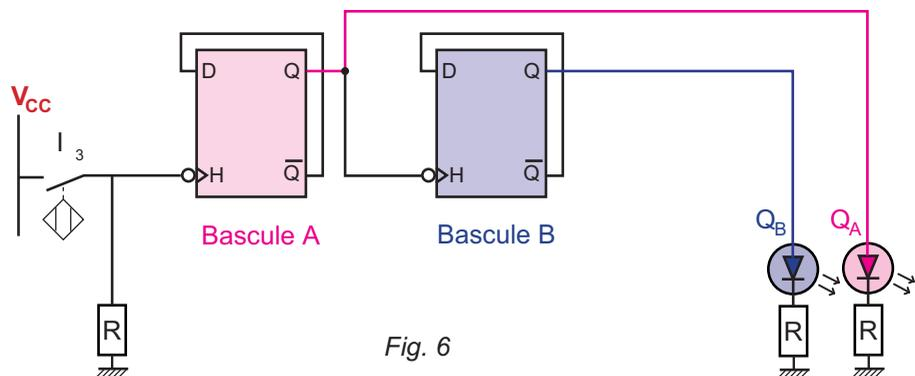

Fig. 6
On a branché le capteur I_3 (détecteur de présence dans la zone de tri) au montage défini par le logigramme de la figure 6. Le système est en fonctionnement. Ce capteur délivre un signal logique (1) à chaque pièce détectée. A chaque signal, les diodes électroluminescentes Q_A et Q_B changent d'états logiques selon l'ordre donné dans le tableau de la figure 7.
- a. dans le montage n° 1 (fig. 6), le cycle 0 ; 1 ; 2 ; 3 ;